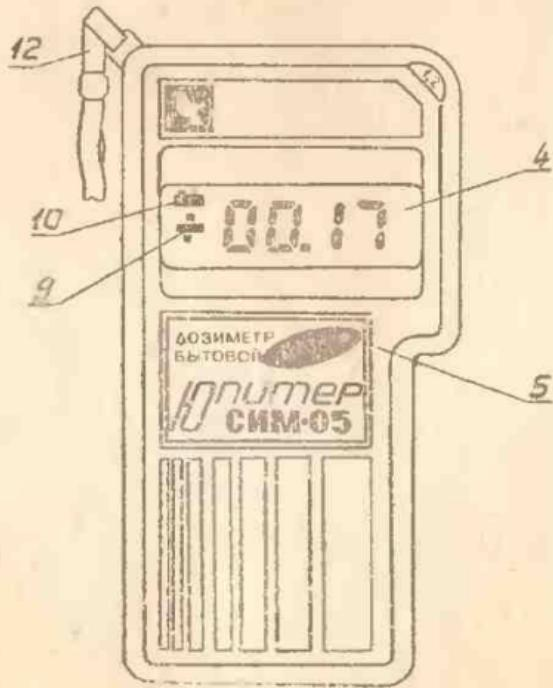

Рис. 1.
5.8. Расположение и назначение органов управления и индикации приведены на рис. 1, 2, 3.
РАСПОЛОЖЕНИЕ И НАЗНАЧЕНИЕ ОРГАНОВ УПРАВЛЕНИЯ ДОЗИМЕТРА (рис. 1, 2, 3)
6.4. Убедитесь в том, что напряжение батареи питания находится не ниже минимально допустимого значения, для чего установите переключатель ПОИСК ИЗМ. (поз. 1 рис. 3) в положение ПОИСК и через 3 с проkontролируйте в левой верхней части ЖК-табло (поз. 10 рис. 1) отсутствие мигающего знака «—».
Примечание. При включении питания или при переходе из режима в режим дозиметр обеспечивает визуальный контроль набора информации в течение времени формирования первого отсчета при этом на табло индицируется знак «+» (поз. 9 рис. 1) и возможно мигание знака «+-» (поз. 10, рис. 1). Далее дозиметр обеспечивает хранение показаний на таблице (поз. 4 рис. 1) и автоматическую их смену через последовательные интервалы времени, при этом окончание интервала измерения сопровождается коротким тональным звуковым сигналом «бип» и кратковременной индикацией знака «+» на табло.